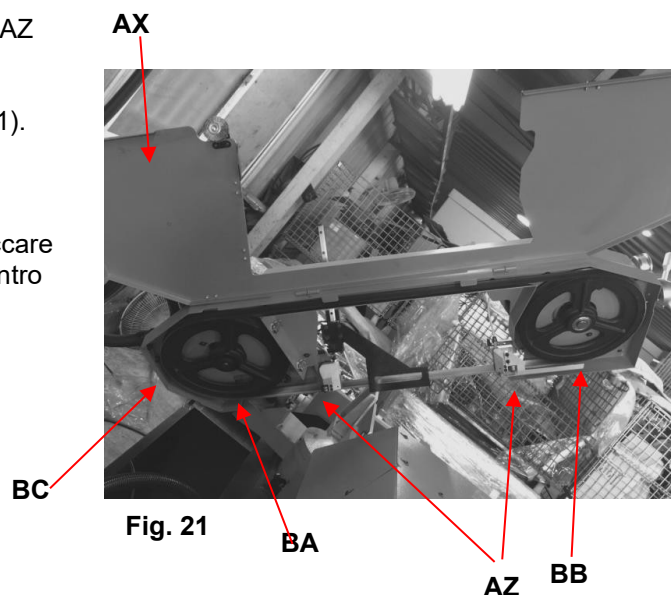

Fig. 21
2. aprire il coperchio dell'AX (Fig. 21)
6. Inserire una nuova lama inserendola nella guida della lama AZ (Fig. 21).
7. 7 Premere la lama della sega nella ruota motrice BA (Fig. 21).
8. 8 Premere la lama nel volano BB (Fig. 21).
10. Riposizionare il coperchio della lama e assicurarsi che l'interruttore BC (Fig. 21) sia bloccato.